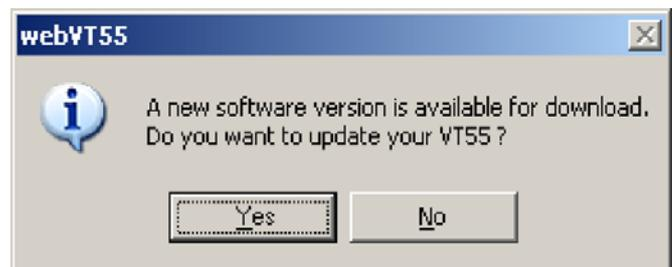

Fig. 9
- 5) De click en “**Yes**” cuando aparezca el siguiente mensaje. Fig. 9.